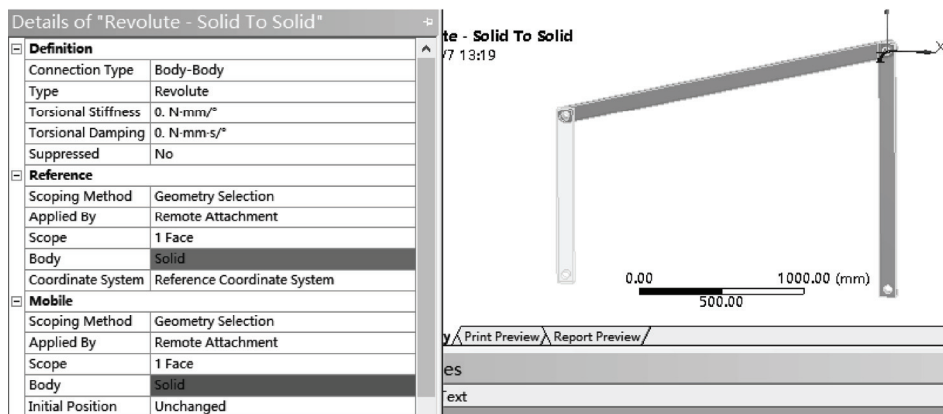

图 16-17 右臂与连杆连接结果
6) 按照上面的方法, 继续添加 Revolute 对象。设置 Revolute 对象的细节窗口如图 16-17 所示, 然后单击选择右边实体上部的孔, 并在细节窗口中的 Reference>Scope 中单击 Apply 按钮。然后单击连杆对应的孔, 并在细节窗口中的 Reference>Scope 中单击 Apply 按钮。